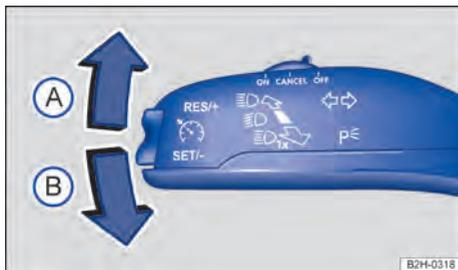

Fig. 70 À esquerda na coluna de direção: alavanca dos indicadores de direção e do farol alto.
2. Trazer a alavanca dos indicadores de direção e do farol alto da posição central para a seguinte posição → Fig. 70: